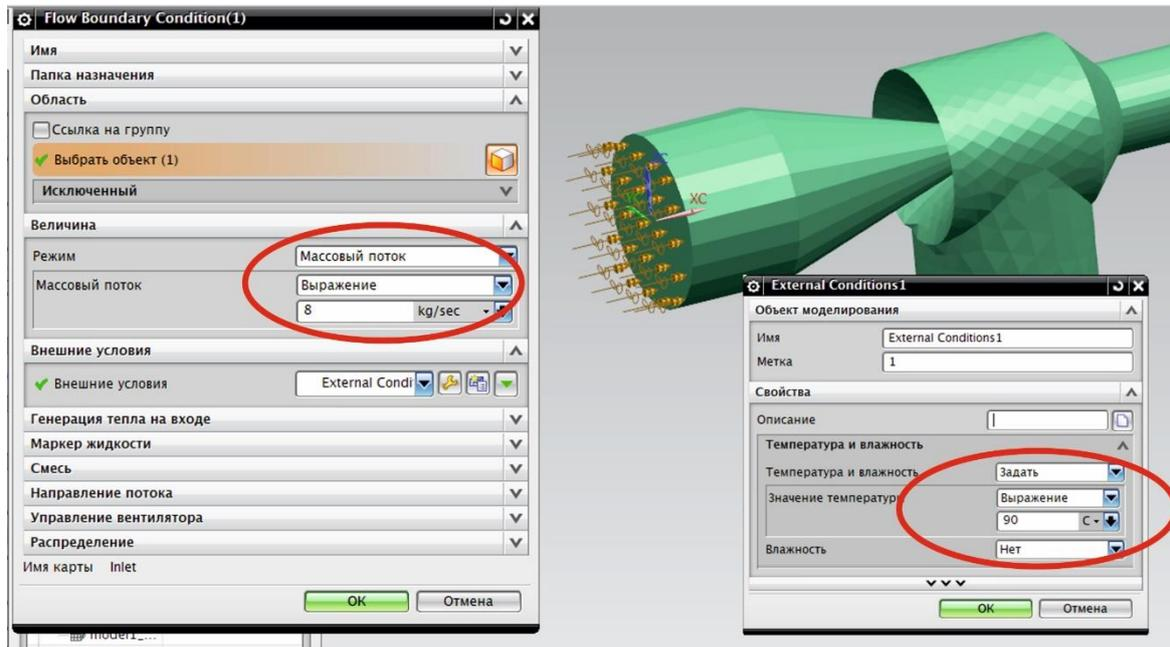

Рис. 5.2. Граничные условия основного входящего потока
6. Задайте граничные условия основного входящего потока (рис. 5.2). Закладка панели инструментов «**Исходная**» – «**Тип объекта симуляции**» – «**Граничные условия потока**». В открывшемся окне настроек «**Граничные условия потока**» выберите тип «**Входной поток**», выберите грань куда входит поток. В группе «**Величина**» массовый поток G в кг/с. Единицы измерения нужно перевести в соответствующий вид. Нажмите в группе «**Внешние условия**» кнопку справа «**Создание объекта моделирования**». В окне «**External Conditions 1**» установите свойство «**Температура и влажность**» – «**Задать**». Задайте значение температуры t_1 . Нажмите «**Ок**».